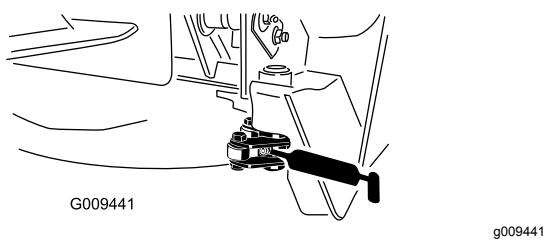

Bild 62
- Zwei Riegeldrehzapfen (Bild 62)